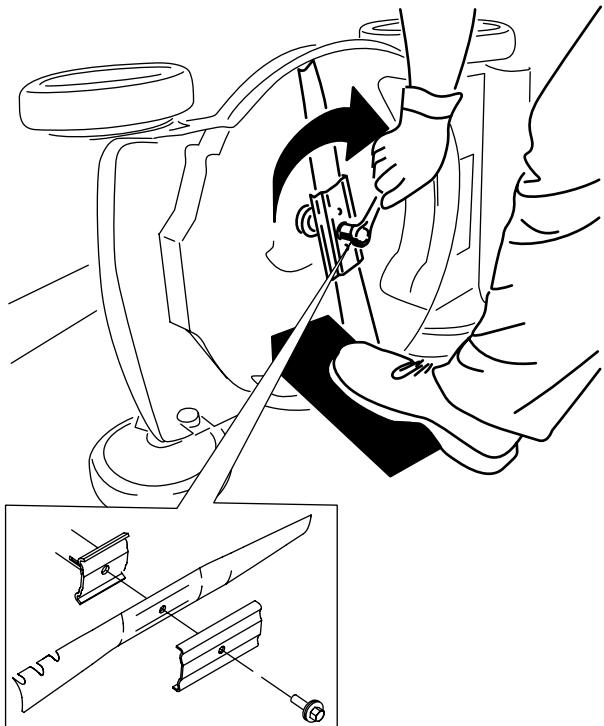

Bild 30
5. Setzen Sie das neue Messer und alle Schrauben auf (Bild 30).